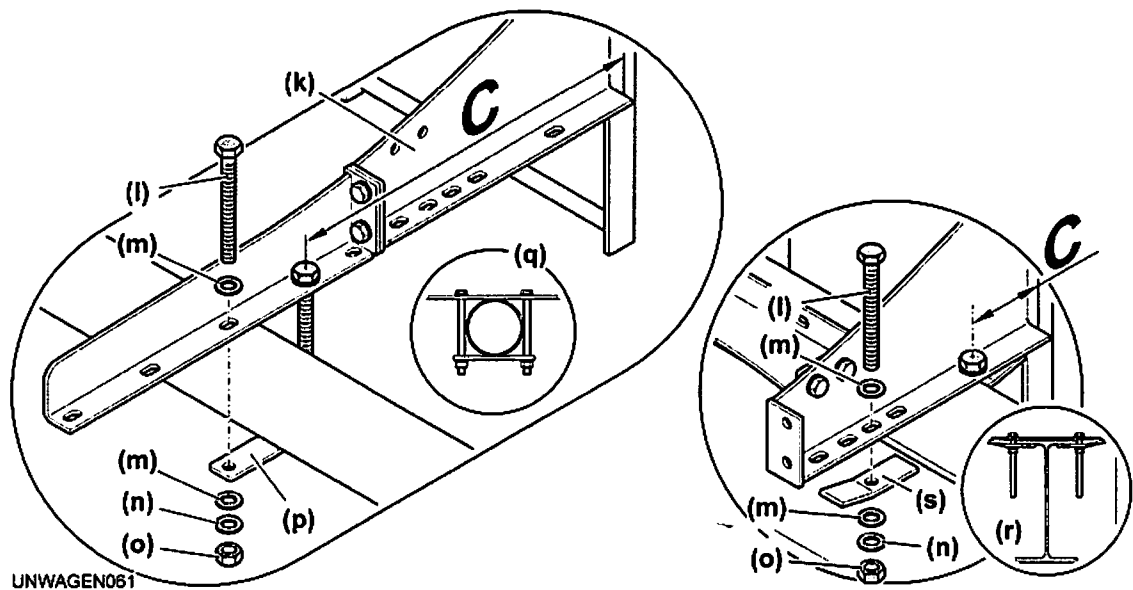

Fig. 100: Montagemaß „C“
- ▶ Klemmwirkung erhalten: Auf korrekte Einbaulage der Bleche (s) achten (siehe: Fig. 100, Seite 148).